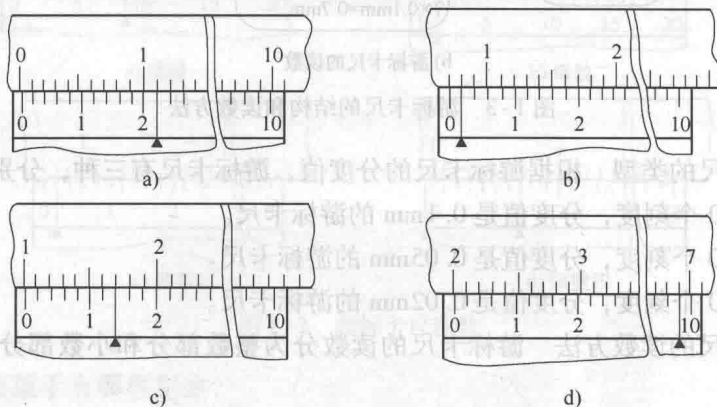

图 1-5 分度值为 0.02mm 的游标卡尺读数示例
2) 分度值为 0.02mm 的游标卡尺读数示例。如图 1-5 所示，有黑色三角形符号的游标刻度线为对齐的刻度线。